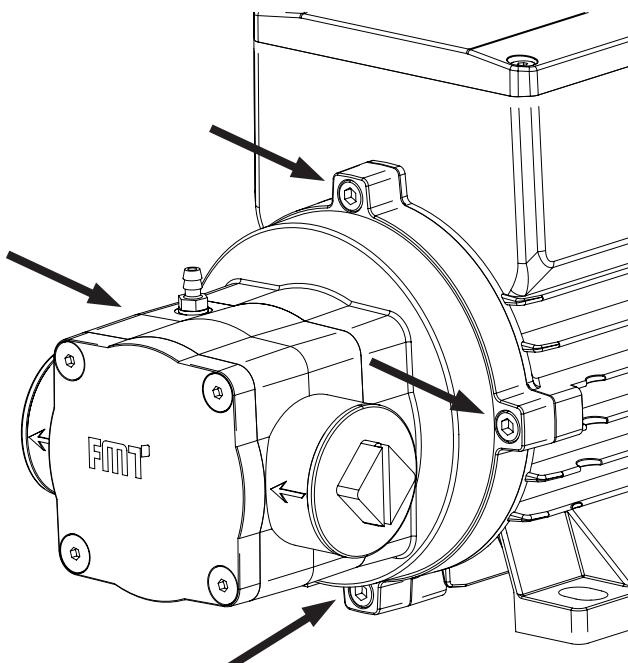

Рисунок 6-2: Расположение винтов для изменения сборки насосного агрегата
- Сначала снимите 4 винта (⇒ см. Рис. 6-2).